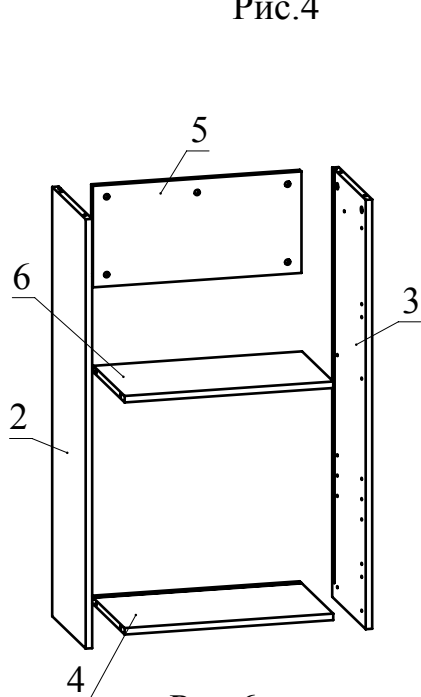

Рис.6
5. Закрепите детали 4, 5, 6 между деталями 2, 3, затянув конфирматным ключом головки минификсов по часовой стрелке до упора (Рис. 6).